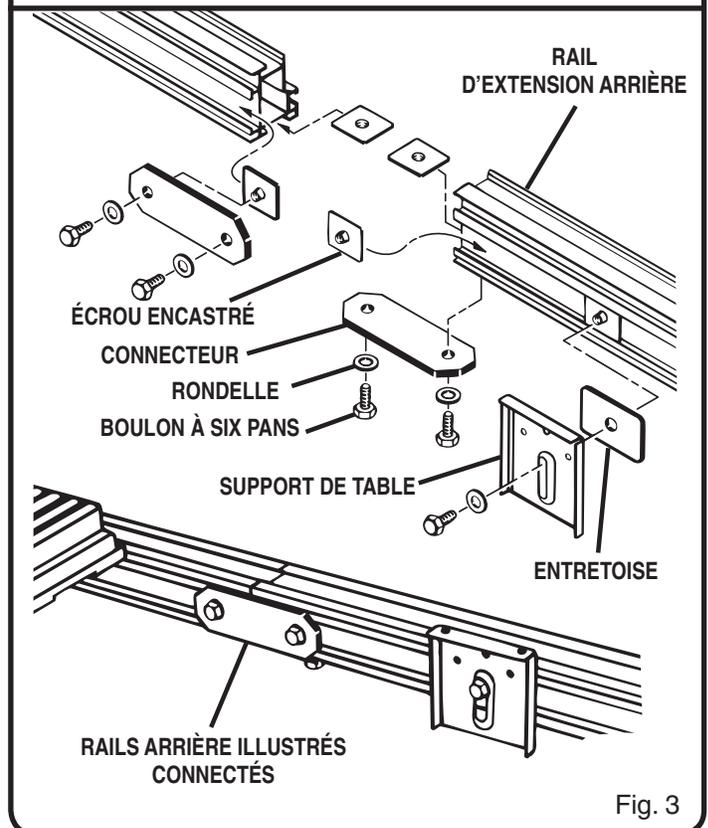

Fig. 3
Voir la figure 3.
Pour fixer le rail d'extension arrière au rail arrière de la scie circulaire à table BT3000, répéter la procédure ci-dessus de fixation du rail d'extension avant. La seule différence est que le rail arrière présente une configuration différente. Voir la figure 3.
- Glisser deux écrous encastrés dans la rainure sur la partie avant du rail d'extension arrière. Voir les figures 3 et 5.